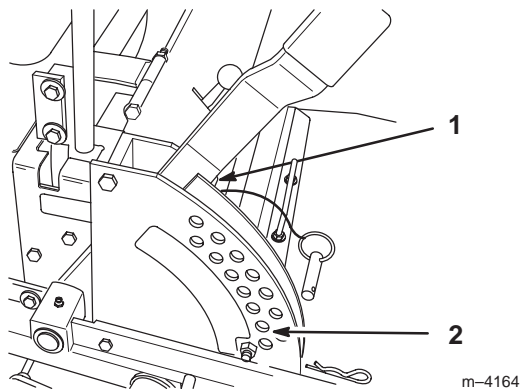

Figure 58
4. Relevez le plateau de coupe en position de transport et détendez les deux grands ressorts de levage du plateau en desserrant l'écrou situé devant chaque ressort (Fig. 58).
5. Placez 2 cales épaisses (38 mm) sous les bords inférieurs arrière gauche et droit de la tondeuse. Placez 1 cale (57 mm) sous le bord inférieur central avant de la tondeuse. Sélectionnez la hauteur de coupe de 51 mm (Fig. 58).
13. Déplacez le levier de relevage du plateau de coupe à la position de transport (Fig. 58).